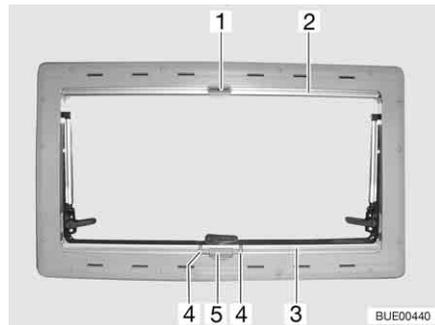

Bild 67 Ausstellfenster
- Griff (Bild 67,4) zusammendrücken und Verdunklungsrollo (Bild 67,3) von unten nach oben bis zur gewünschten Höhe ziehen.
- Griff (Bild 67,4) zusammendrücken. Die Arretierung wird gelöst.
- Das Verdunklungsrollo (Bild 67,3) langsam in Ausgangsstellung zurückführen.
- Insektenschutzrollo (Bild 67,2) nach unten ziehen, bis es am Verdunklungsrollo (Bild 67,3) anstößt und der Verschlussriegel (Bild 67,1) in die Verriegelung (Bild 67,5) einrastet.
- Den Verschlussriegel (Bild 67,1) lösen.